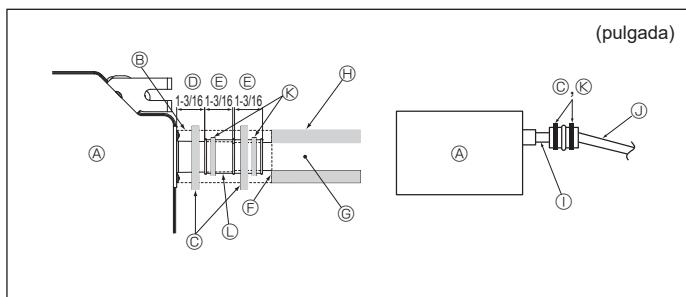

Fig. 3-5
- Conecte el tubo de desagüe (suministrado con la unidad) al orificio de desagüe. (Fig. 3-5)